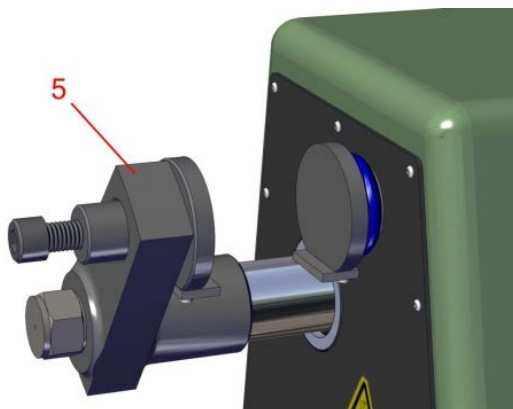

Рисунок 5.3.1
1. Установите регулируемый держатель зажима, обеспечивающий крепление приставки для определения прочности на скол на подвижную штангу (Рисунок 5.3.1, Поз. 5) универсального прибора.
2. Выровняйте шпильки, расположенные на задней стороне зажимов с отверстиями, расположенными на подвижной штанге (Рисунок 5.3.1, Поз. 5) и стационарном держателе (Рисунок 7.3, Поз. 11). Мягко вставьте зажимы в подвижную штангу и стационарный держатель.